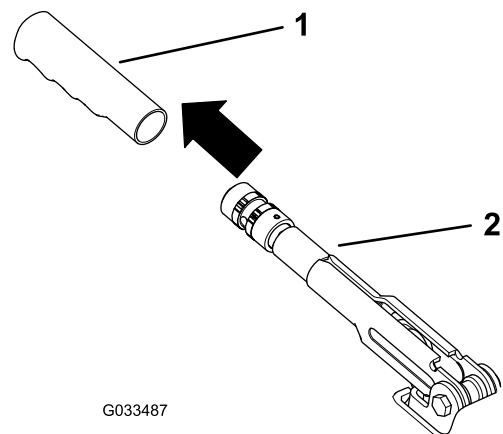

Figure 58
1. Enlevez la poignée en caoutchouc du levier de frein de stationnement (Figure 58).
5. Placez la poignée en caoutchouc sur le levier du frein de stationnement (Figure 58).